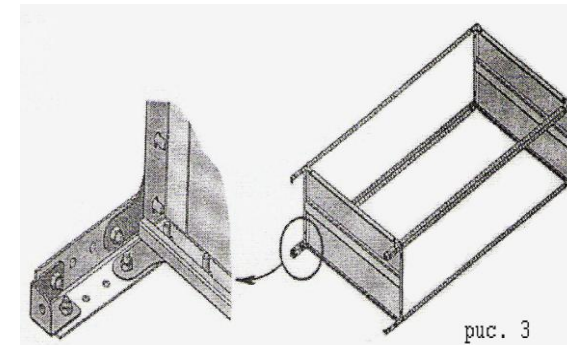

рис. 3
5. На установленные полки сверху накладываются стойки, предварительно собранные в соответствии с п.п. 1-3, и закрепляются аналогичным образом (рис.3).